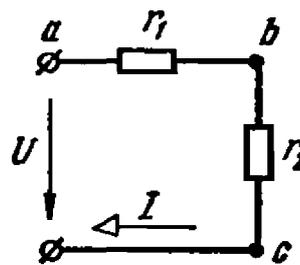

Рис. 12.15
12.15. Для измерения напряжений на участках ab и bc цепи постоянного тока схемы рис. 12.15 предлагается использовать вольтметр типа Д566/8 класса точности 0,2 с конечными значениями шкалы $U_{\text{к}1} = 75 \text{ В}$, $U_{\text{к}2} = 150 \text{ В}$ и внутренними сопротивлениями $r_{V_1} = 1,768 \text{ кОм}$, $r_{V_2} = 5 \text{ кОм}$. Начальная нерабочая часть шкалы составляет 10%.
12.19. В цепи схемы рис. 12.15 расчетное напряжение на участке ab составляет 75 В, входное сопротивление схемы относительно этих же зажимов $r_{вх} = 100$ Ом. Для измерения напряжения на участке ab можно использовать два вольтметра: вольтметр типа М366 класса точности 1,0 с пределом измерения $U_k = 300$ В и с внутренним сопротивлением $r_V = 100$ кОм и вольтметр типа Д566/8 класса точности 0,2 с пределами измерения $U_{к1} = 75$ В, $U_{к2} = 150$ В и с внутренними сопротивлениями $r_{V1} = 1,768$ кОм, $r_{V2} = 5$ кОм, $r_{V3} = 10$ кОм.